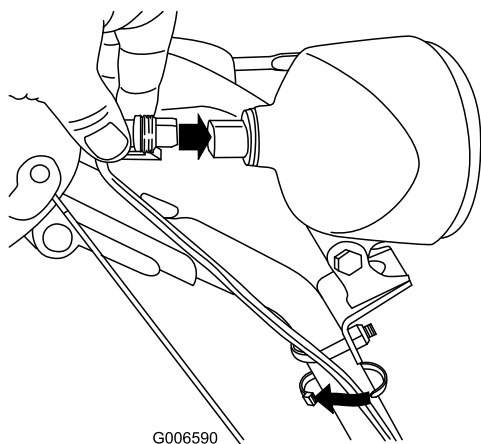

Figura 62
6. Inserite il connettore del cavo nel retro del faretto, finché non è saldo (Figura 62).